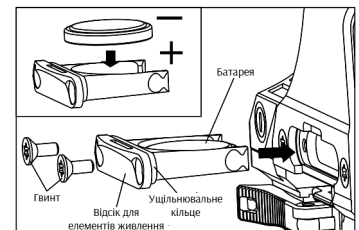

Рисунок 3-2
- b. Встановлення батареї (рис. 3-2):